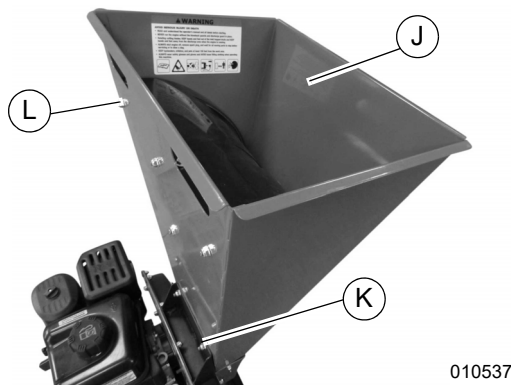

Figura 2-7. Fijación del conjunto de carcasa del molino de martillos y tolva de la trituradora
- Consulte la **Figura 2-7**. Fije el conjunto de carcasa del molino de martillos y tolva de la trituradora (J) con nueve contratuercas con brida de 5/16-18 (K) con una llave de 1/2 pulg.
- Instale el conjunto de protección de la tolva de la trituradora y el soporte con tres contratuercas con brida de 1/4-20 (L) con una llave de 7/16 pulg.